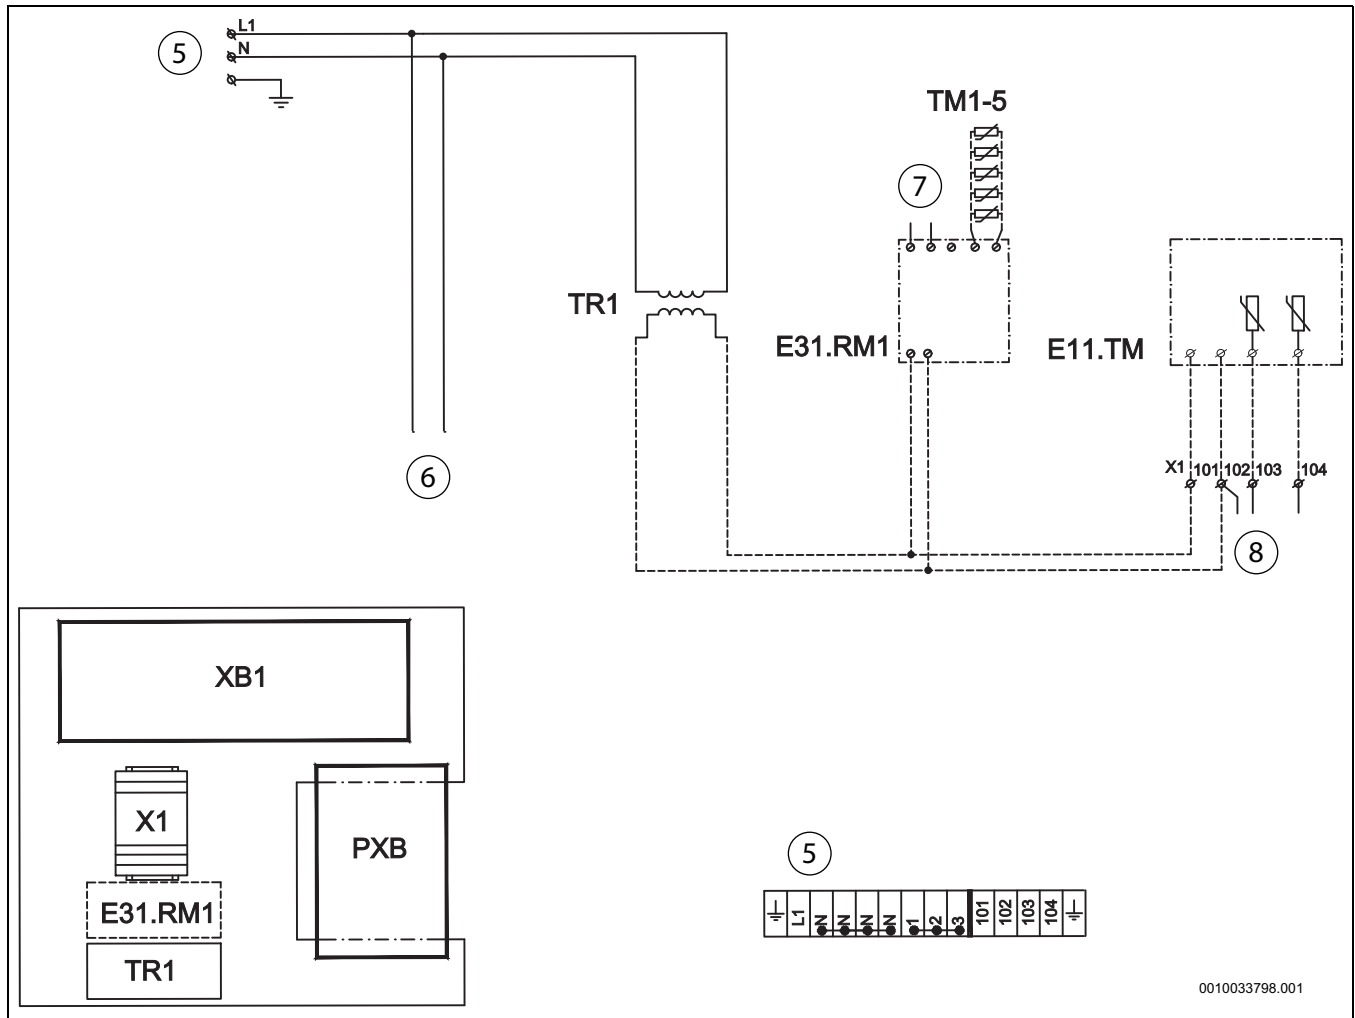

Bild 22 Schaltplan Passive Kühlstation
- [6, 7, 8] (→ Bild 22, Seite 19)